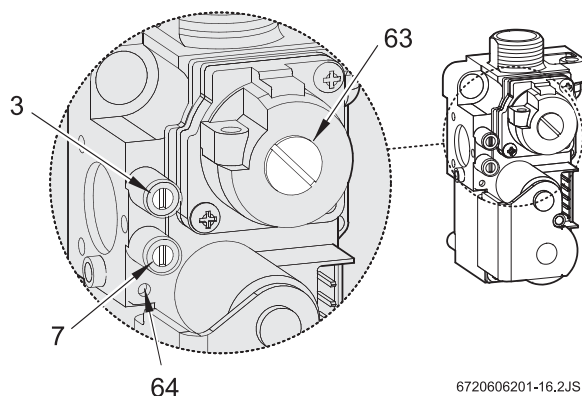

Fig. 25 Bloc de gaz
- Enlever le bouchon plombé de la vis de réglage gaz (63) (voir Fig. 25).
- Pour le gaz naturel: régler sur la consommation maximale au niveau de la vis de réglage du gaz (63) (Tab. 9).